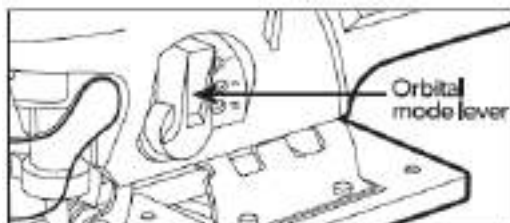

Figura 2
1. Ferăstrăul electric este livrat cu patru moduri de tăiere (trei setări de tăiere și 1 mod de tăiere dreaptă). Pentru a schimba modul de tăiere, reglați maneta modului orbital (16). Consultați Figura 2 de mai jos.